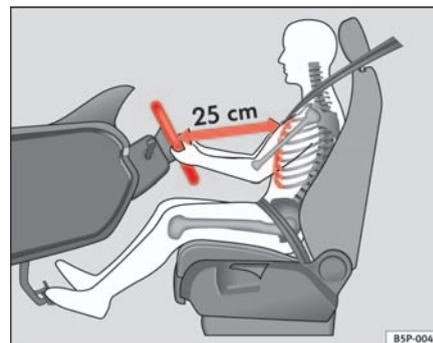

Fig. 128 Posizione corretta sul sedile di guida
- Posizionare il volante nel modo desiderato ⇒ fig. 128.
- Regolare il sedile del conducente o la posizione del volante in modo tale che la distanza tra il volante stesso e lo sterzo del conducente sia di almeno 25 cm ⇒ pag. 163, fig. 128. Se la distanza minima non viene rispettata, l'efficacia del sistema degli airbag si riduce, con gravi rischi per l'incolumità delle persone (non escluso quello di morte).